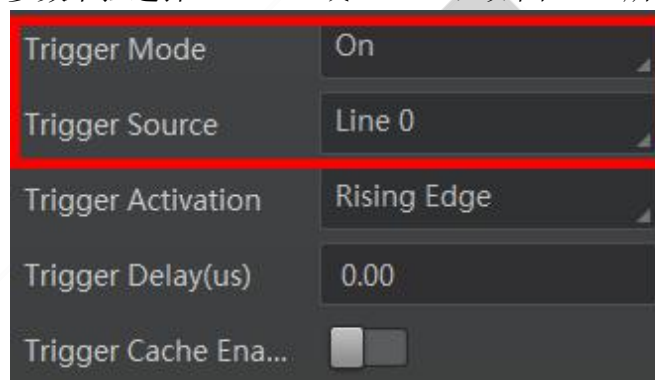

图4-8 Line 0/Line 2 设置为触发源
2. Trigger Source 参数下拉选择 Line 0 或 Line 2，如图 4-8 所示。